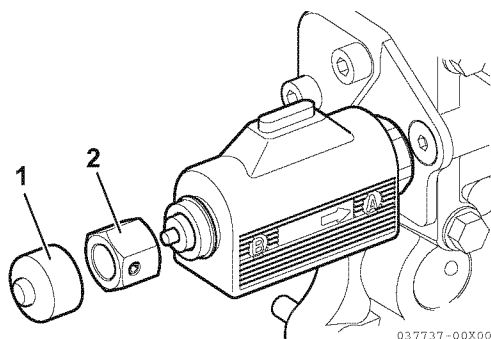

Figure 8
1. Avec le(s) moteur(s) à l'arrêt, retirez le bouchon (1, **Figure 8**) et l'écrou d'urgence (2, **Figure 8**).